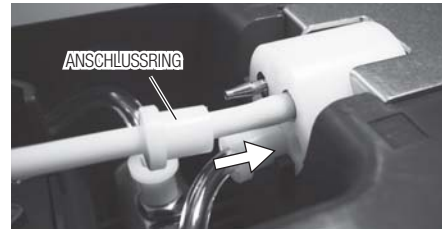

Abb.36
- 7) Richten Sie die neue Kühlmittelpumpe auf die Antriebswelle aus. Drehen Sie sie im Uhrzeigersinn, bis sie einrastet (Abb. 36).
- 8) Bringen Sie den Kühlmittelschlauch in der umgekehrten Reihenfolge wie beim Entfernen an (Abb. 32). Der Anschlussring muss fest bis zum Anschlag in die Steuereinheit geschoben werden (Abb. 36).